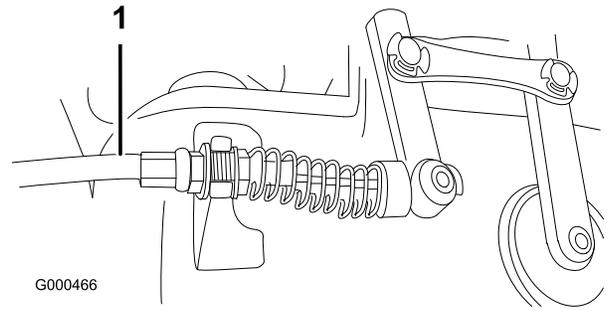

図 49
2. リール・コントロール・ケーブルの前ジャム・ナットをゆるめ、後ジャム・ナット（図 49：ギアボックスの上部）を締めてケーブルの張りを出し、さらに 7～10 lbs. 3.0～4.5 kg の力でリール・コントロールがつかないようにする。力の計測はコントロール・ノブの部分で行う。